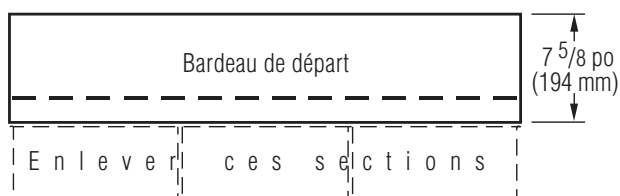

Figure 13-6 : Fabriquer des bardeaux de départ de 7 5/8 po (194 mm) de hauteur.
1. Utiliser des bardeaux de départ Swiftstart® ou des bardeaux autoadhésifs à trois jupes dont les jupes ont été enlevées. S'assurer que les bardeaux de départ sont larges d'au moins 7 5/8 po (194 mm) (figure 13-6).